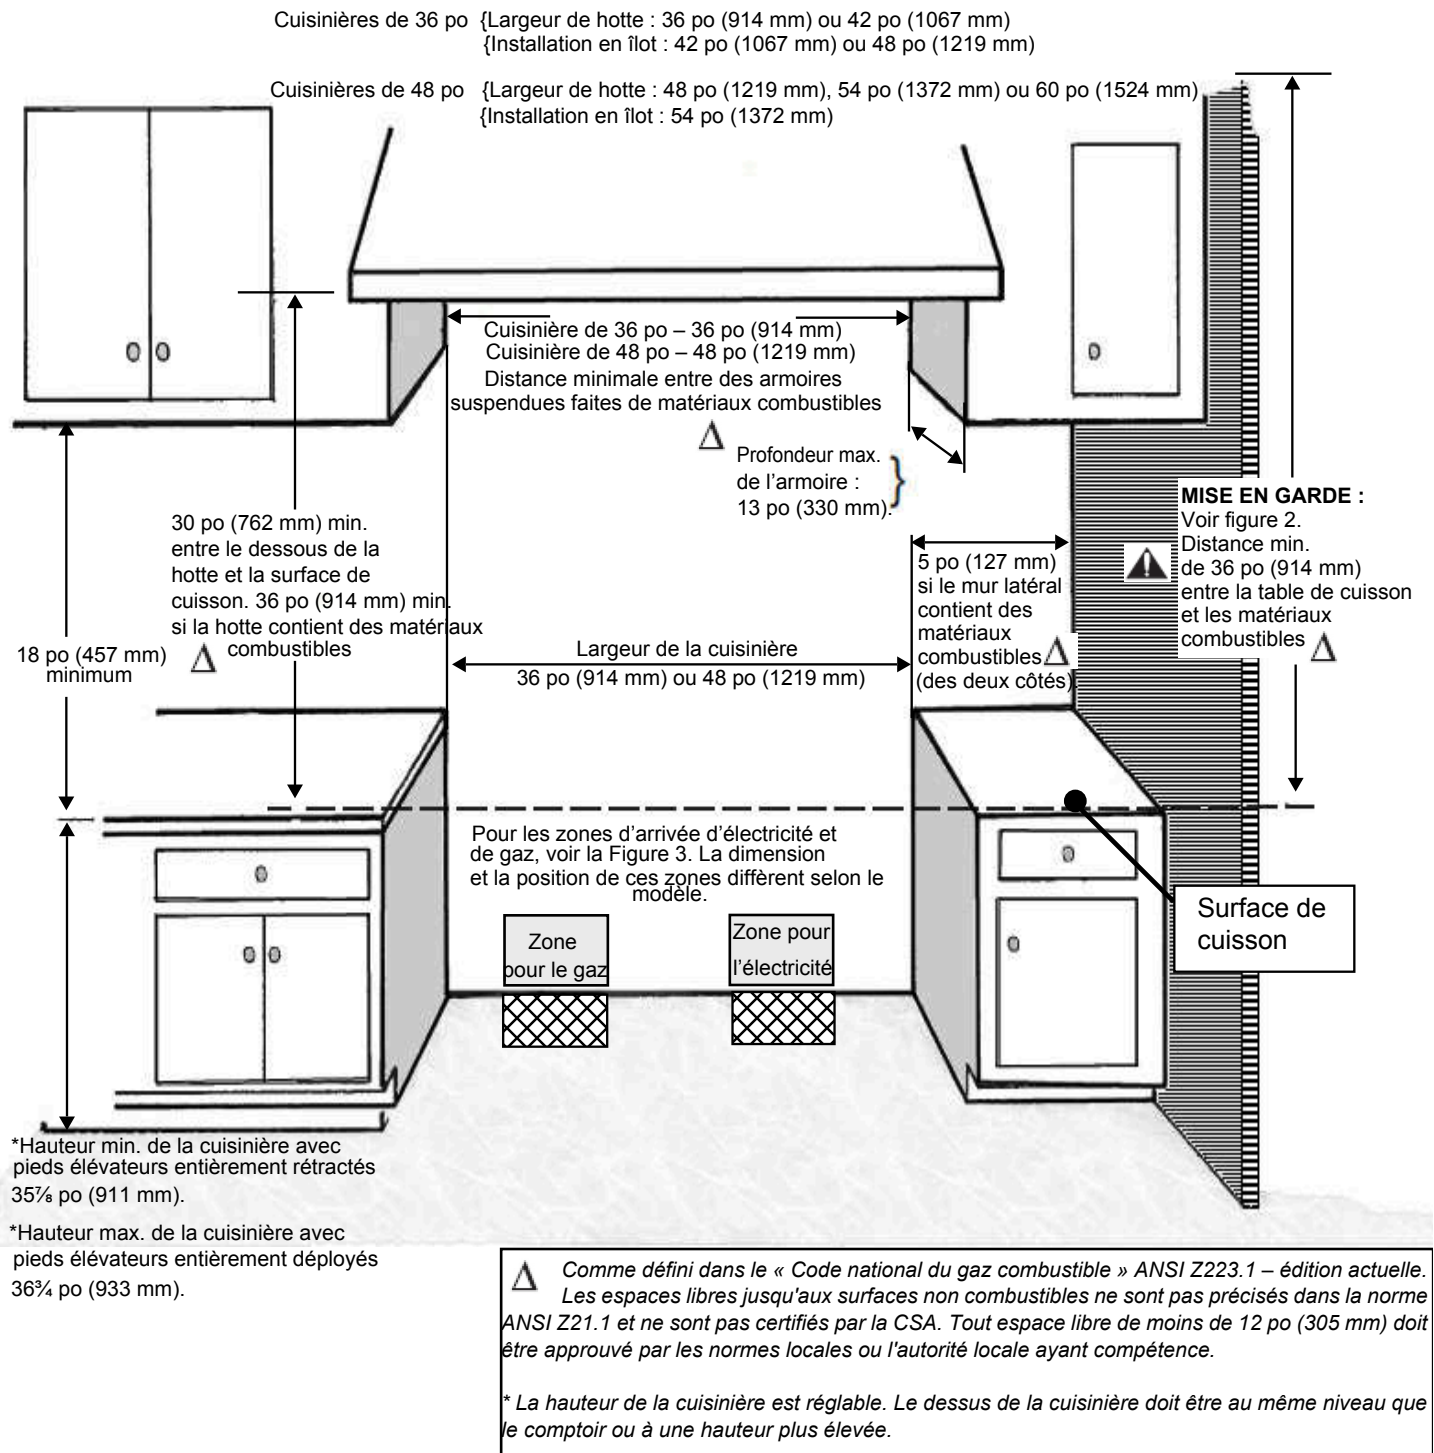

Figure 1: Espace libre – Armoires
Lors de l'utilisation de la garniture d'îlot THERMADOR, il faut un espace minimal de 12 po (305 mm) entre la partie arrière de l'appareil et la surface combustible (voir *Figure 1 à la page 5*). Les espaces libres jusqu'aux surfaces non combustibles ne sont pas précisés dans la norme ANSI Z21.1 et ne sont pas certifiés par la CSA. Tout espace libre de moins de 12 po (305 mm) doit être approuvé par les normes locales ou l'autorité locale ayant compétence.
- Pour une évacuation accrue de la fumée, la bordure inférieure de la hotte doit se trouver à 30 po (762 mm) au-dessus de la table de cuisson. Utilisez un espace libre d'au moins 36 po (914 mm) si des éléments combustibles, comme des panneaux en bois, se trouvent dans la hotte (*Figure 1*).
- La cuisinière est un appareil monobloc. Si l'appareil est installé entre deux armoires, les espaces libres indiqués à la « *Figure 1 : Espace libre – Armoires* » sont requis. Les mêmes espaces libres s'appliquent aux installations en îlot, sauf pour les armoires suspendues, où il doit y avoir suffisamment d'espace pour une hotte de style îlot avec un rebord (également illustré sur la *Figure 1*).